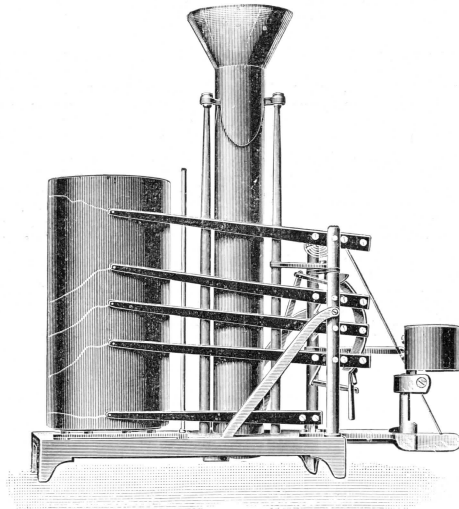

Fig. 1.
### Baro-Thermo-Hygrographen. (Fig. 1.)
**Baro-Thermo-Hypograph. (Fig. 1.)**
**Baro-thermo-hygrographe. (Fig. 1.)**